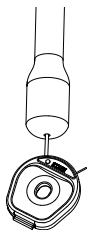
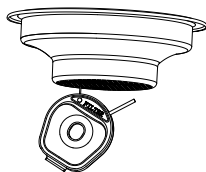

Fig. 9: limpa o tubo de vapor (6) com a vareta mais grossa
Fig. 10: limpa os filtros (13 e 14) com a vareta mais fina
A vareta de limpeza (17) é utilizada para limpar as ponteiros de vapor e os filtros. A vareta mais grossa serve para limpar o tubo de vapor (Fig. 9), enquanto a mais fina se destina à limpeza dos filtros (Fig. 10)